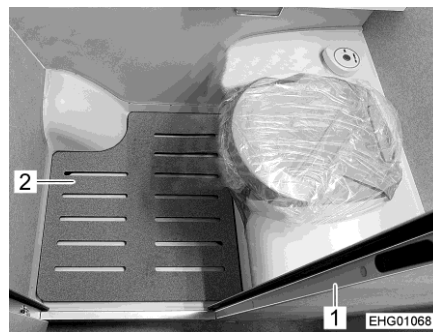

Fig. 107 Cabinet de toilette
- ▷ Fermer la porte à lamelles (Fig. 107,1) pendant le voyage. Une porte à lamelles ouverte pourrait sinon engendrer des bruits.
- Retirer le plancher amovible (Fig. 107, 2) de la douche avant de se doucher.